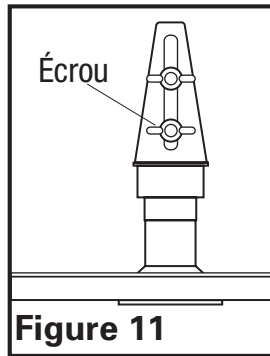

Figure 11
2. Trouvez le support de lampe monté sur le mur arrière de la hotte (Figure 11).